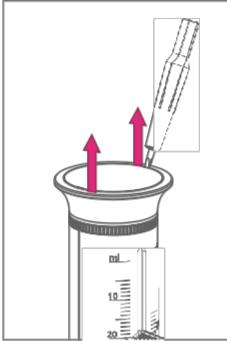

Fig. 11
1. Abra la tapa con la herramienta de calibración como se muestra en la Fig. 11